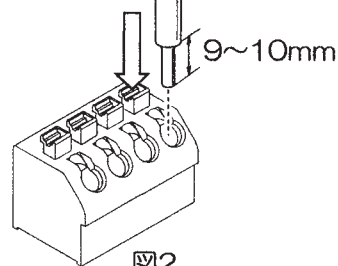

図2
- 接続コードの外被をむき(9~10mm)、端子台へ差し込みます。(図2参照)